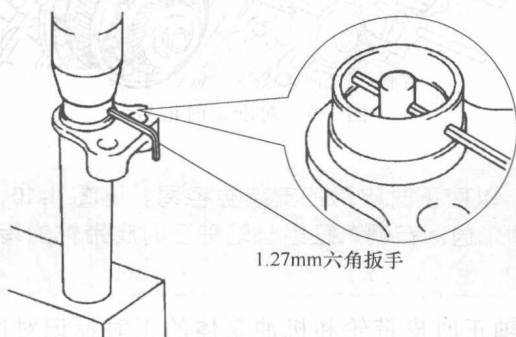
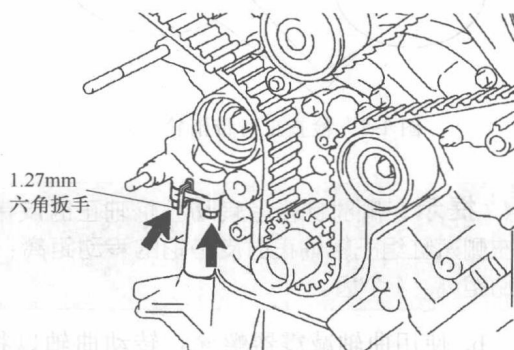

图 1-12 保持张紧器推杆位置
图 1-13 取下固定用的扳手
- ⑥ 设定皮带张紧器。
- b. 将推杆和壳的孔对准。将 1.27mm 的六角扳手插入孔中，使推杆保持在设定位置，见图 1-12。
- ⑦ 安装皮带张紧器。
- c. 使用钳子，从皮带张紧器上取下 1.27mm 六角扳手，如图 1-13 所示。转矩：26N·m。